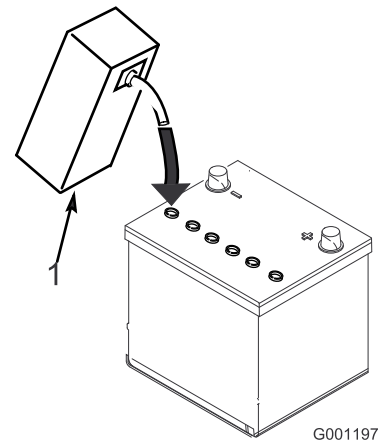

Bild 6
- Füllen Sie vorsichtig in jede Zelle Elektrolyt ein, bis die Platten ungefähr mit 6 mm Flüssigkeit bedeckt sind (Bild 6).
- Lassen Sie die Elektrolytflüssigkeit für 20 bis 30 Minuten in die Platten durchtränken. Füllen Sie nach Bedarf auf, um den Elektrolytfüllstand auf ungefähr 6 mm unter dem Einfüllstutzen anzuheben (Bild 6).